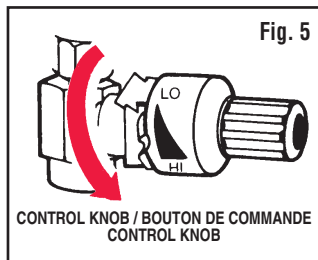

Fig. 5
- Turn black CONTROL KNOB counterclockwise to HIGH position. (Fig. 5)
- Tournez le BOUTON DE COMMANDE noir en sens antihoraire pour le régler à HI. (Fig. 5)
- Gire la PERILLA DE CONTROL negra en dirección contraria a las manecillas del reloj a la posición de ALTO. (Fig. 5)